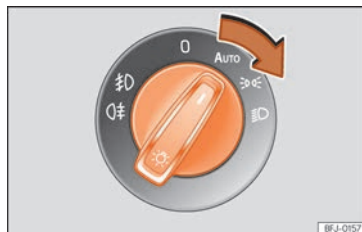

Fig. 69 Panoul de bord: panoul pentru luminile.
- Cuplați contactul și rotiți comutatorul de lumină în poziția dorită » fig. 69: